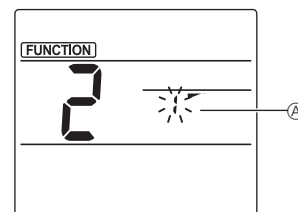

Fig. 2
② Het waaiernummer selecteren (Fig. 2)